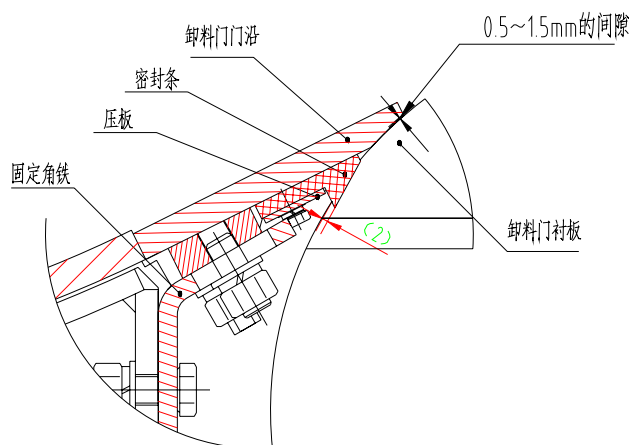

图 11 门沿衬板示意图
- (1). 门沿之间的间隙均匀, 间隙为 0.5~1.5mm;
- (2). 如图 11 所示, 门沿与卸料门的弧板之间的间隙为 0.5~1.5mm;
- (3). 门沿或卸料门因磨损引起漏浆, 请重新调整门沿或更换新门沿;
- (4). 盖瓦与卸料门的弧板之间的间隙为 0.5~2 mm。